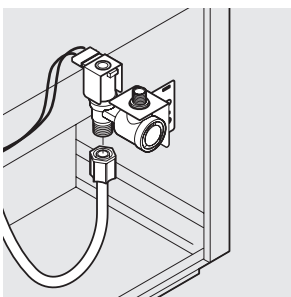

figure 13A
17. Deux types de robinet de prise d'eau peuvent être utilisés avec cet ensemble. Suivez les instructions qui s'appliquent au type de robinet inclus dans votre ensemble. Voir les figures 13A et 13B.
Pour les robinets à sortie fileté (figure 13A), poussez l'extrémité en forme d'ogive du tube vert dans le robinet et serrez le boulon en plastique (à la main). Serrez ensuite d'encre 1/2 tour avec une clé. **NE** serrez **PAS** plus que nécessaire.